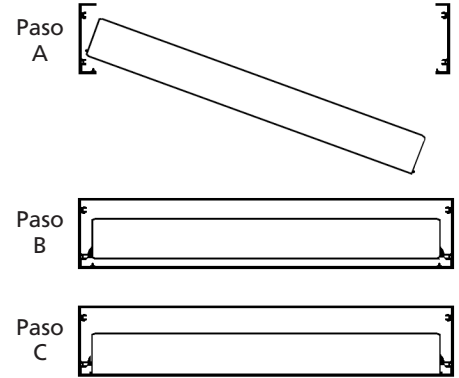

Figura 6
3. Retire una de las piezas de extremo del bastidor e instale el panel de calefacción en las piezas laterales del bastidor como se muestra en la Figura 6.